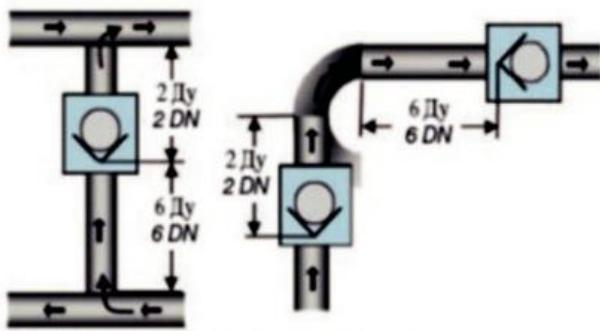

Рис.2.
- 4.9. Для предотвращения преждевременного износа механизма клапана необходимо обеспечить постоянный расход среды и прямой участок трубопровода не менее 6 Ду до клапана и 2 Ду после клапана (Рис.2).